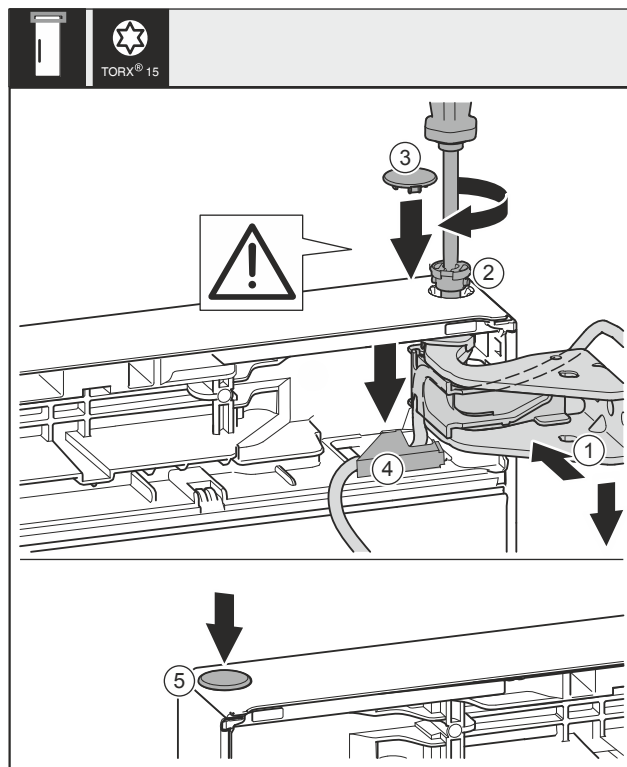

Fig. 43
- Deur boven naar de opening in het lagerbok Fig. 43 (1) uitlijnen.
- Bouten Fig. 43 (2) insteken en met een schroevendraaier vastschroeven.
- Beveiligingsafdekking voor de borging van de deur monteren: Beveiligingsafdekking Fig. 43 (3) plaatsen en controleren of deze tegen de deur ligt. Anders de bouten volledig insteken.
- Afdekking Fig. 43 (4) plaatsen en naar onderen drukken tot deze vergrendeld.
- Plug Fig. 43 (5) insteken.